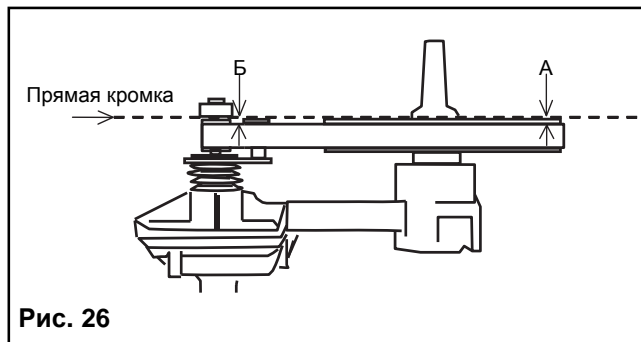

Рис. 26
2. Для правильного положения ремня см. рис. 26. Поместите прямую кромку (линейку) на внешнюю поверхность большого шкива. Измерьте расстояние от прямой кромки до кромки ремня (точка А). Оно должно совпадать с расстоянием между прямой кромкой и ремнем на малом шкиве (точка Б). Ослабьте винты на малом шкиве и отрегулируйте шкив, пока оба расстояния не станут равными. Затяните винты.